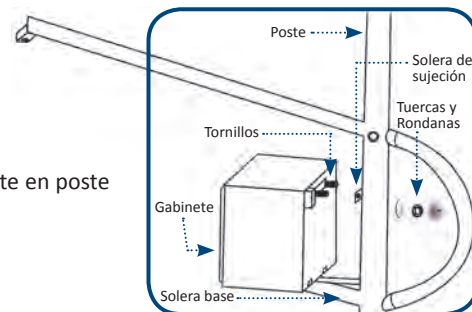

Figura 8. GABINETE EN POSTE CON BRAZO.
4.1.1 Sin la batería en su interior, apoye el gabinete sobre la solera base mientras se alinean los tornillos del gabinete con los orificios de la solera de sujeción (Ver Figura 8).